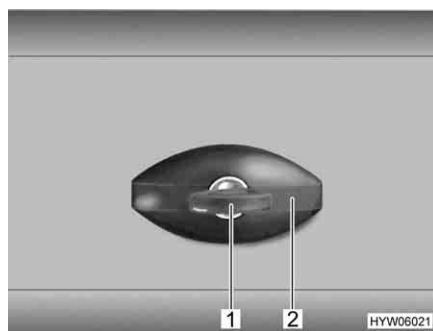

Fig. 14 Serratura dello sportello, ellittico, chiuso
- Inserire la chiave nel cilindro della serratura (Fig. 14,1) e ruotare in senso antiorario di un quarto di giro. La maniglia della serratura (Fig. 14,2) scatta all'infuori.